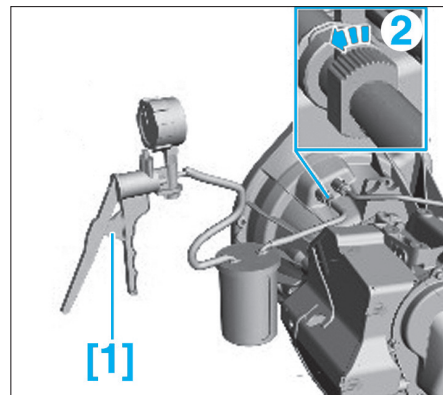

Fig. 8
- Brancher le montage sur la vis de purge (2) (Fig.8).